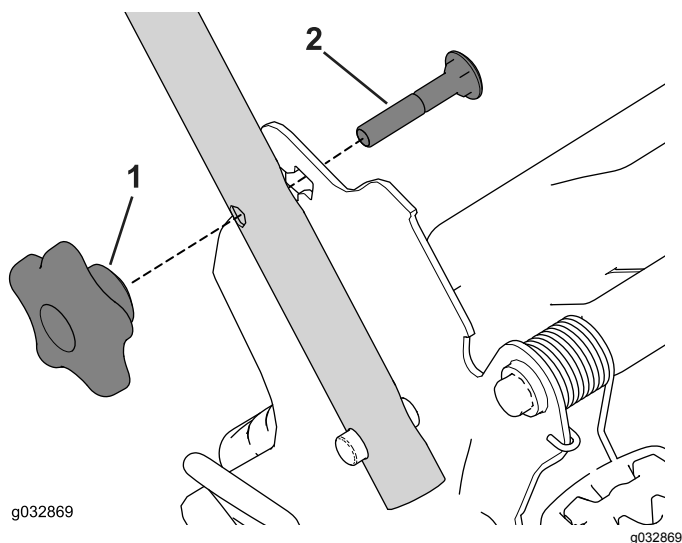

Figura 22
1. Retire y guarde los 2 pomos del manillar y los 2 pernos de cuello cuadrado de los soportes del manillar (Figura 22).